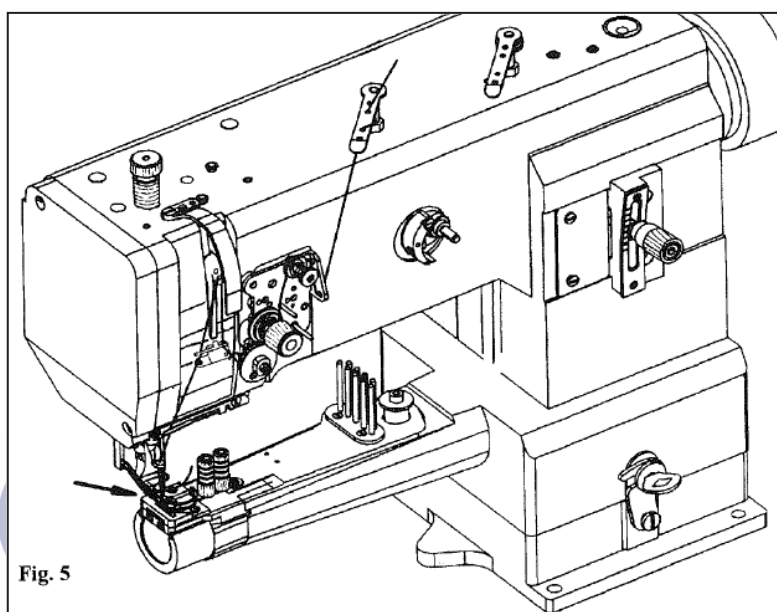

Fig. 5
e) Passando a Linha Superior (Fig. 5)
Desligue a máquina e passe a linha superior de acordo com a imagem abaixo Fig. 5. Quando for passar pela agulha, a linha deverá ser passada da esquerda para a direita.
Desligue a máquina e passe a linha superior de acordo com a imagem abaixo Fig.5. Quando for passar pela agulha a linha deverá ser passada da esquerda para a direita.